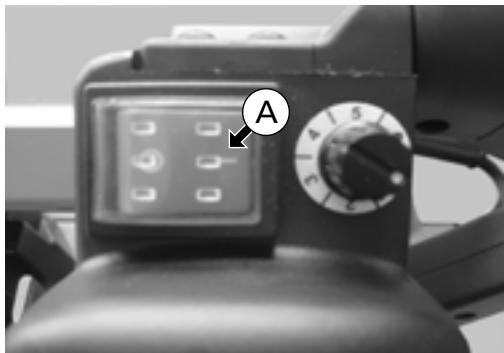

Fig. 7
Se quando a serra de fita for ligada à electricidade, o interruptor (A) - (Fig. 7) não se encontrar na posição "OFF" (Desligado), a lâmina de corte pode causar ferimentos graves ao utilizador.
Prima o interruptor (A) até a posição "ON" (Ligado) ficar iluminada - (Fig. 7).
Elementos da Fig. 7 - 8